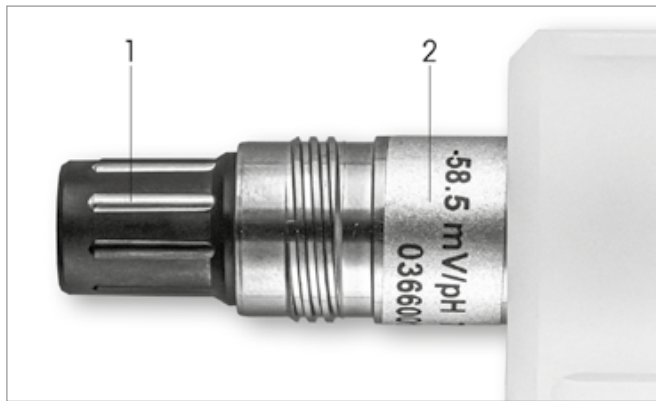

图1: InSUS pH电极 (示例)
- 3.5 在传感器标签或质量证书上找到斜率和零点(偏移)值(图1), 输入至变送器。